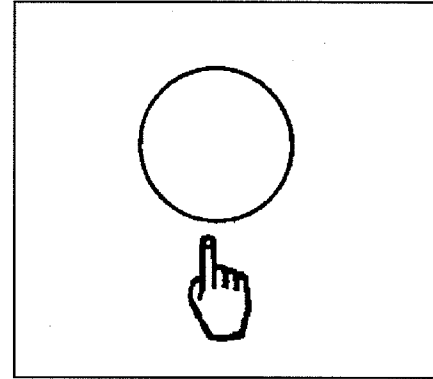

Figura 33
5. La máquina tiene un botón de pulsación única en la palanca de control (consulte la figura 33) que se encuentra configurado previamente para una presión de cepillo y un flujo de solución. Oprima un momento el botón de pulsación única si desea usar estas configuraciones. **NOTA: Si esas no son las configuraciones que desea usar consulte la página 44 o la operación con pulsación única.**